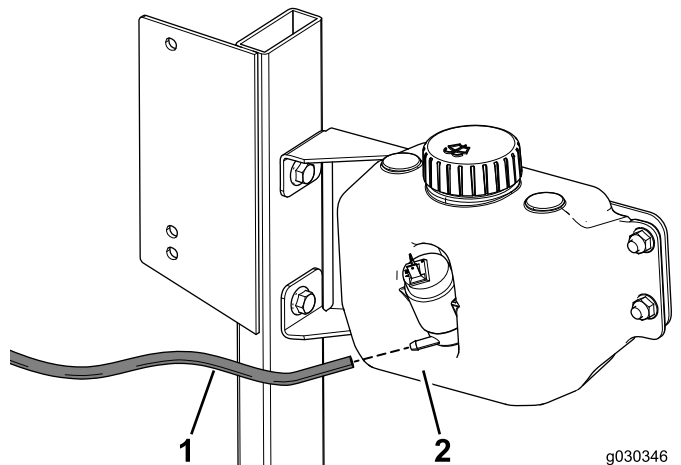

Figura 41
1. Ligue uma extremidade do tubo de lavagem ao depósito de lavagem (Figura 41).